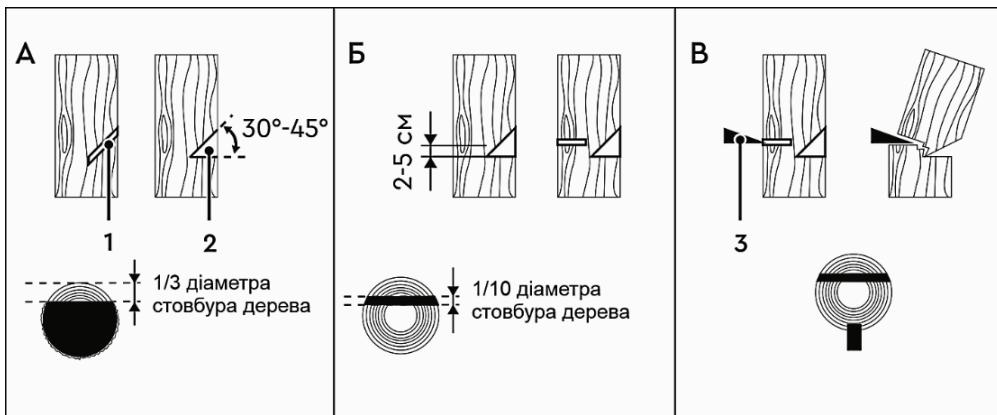

Рисунок 5
4.7.4 Виконання пропилів (рисунок 5)
Увімкніть бензопилу. Почніть пилити дерево з того боку куди воно має впасти (1, рисунок 5-А).
Зробіть клиноподібний пропил (2, рисунок 5-А) під кутом 30-45°, глибина якого приблизно дорівнює 1/3 від товщини стовбура.
Валочний розпил (рисунок 5-Б) зробить із протилежного боку від клиноподібного пропилу, помістивши зубчастий упор бензопили на стовбур на 2-5 см вище нижнього краю клиноподібного пропилу. Завершіть пильняння тоді, коли до внутрішнього краю клиноподібного пропилу залишиться близько 1/10 діаметра стовбура. Коли робите валочний розпил, не намагайтесь пропилити стовбур насірзь до клиноподібного пропилу.
Частина стовбура, яка залишилася не пропилило, буде направляти його в необхідний бік. Коли дерево почне падати, зупиніть роботу бензопили та негайно відійдіть у безпечну зону. Якщо дерево не почало падати, необхідно забити клин (3, рисунок 5-В), після чого дерево почне падати в бік клиноподібного пропилу.